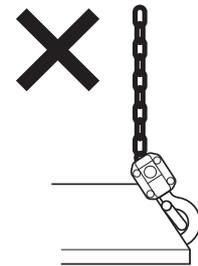

図43
- (12) フックに荷を掛けるときは、必ずフック中心の正しい位置に掛けるように使用してください。
- (13) フックの先端で絶対に荷をつってはいけません。(図43)